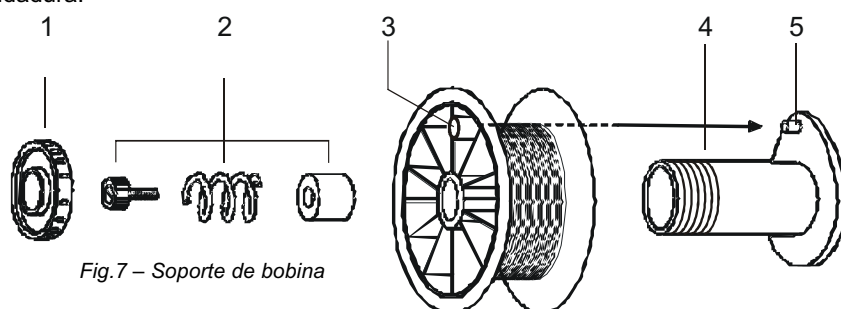

Fig.7 – Soporte de bobina
- Destornillar la tuerca de sujeción (1-fig.7) para colocarse la bobina de hilo (3-fig.7) sobre el porta bobinas (4-fig.7). Confirmar que el sistema de freno (2-fig.7) queda operativo, con el perno del porta-bobinas (5-fig.7) correctamente introducido en el agujero de la bobina (3-fig.7). Después de colocada la bobina, apretar la tuerca de sujeción (1-fig.7).
- De seguida, debe ajustarse el sistema de frenado de bobina apretando, si necesario, el tornillo de ajuste (2-fig.7) hasta que la bobina para sin deslizamientos en simultáneo con el motor-reductor.